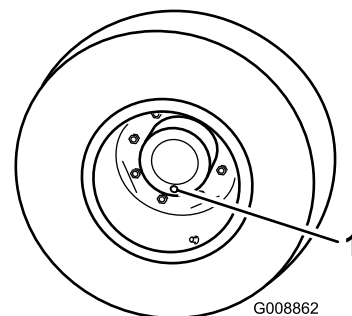

Bild 61
1. Stellen Sie auf einer ebenen Fläche ab und positionieren Sie das Rad so, dass sich eine der Prüfschrauben in der untersten Stellung (6 Uhr) befindet (Bild 61).